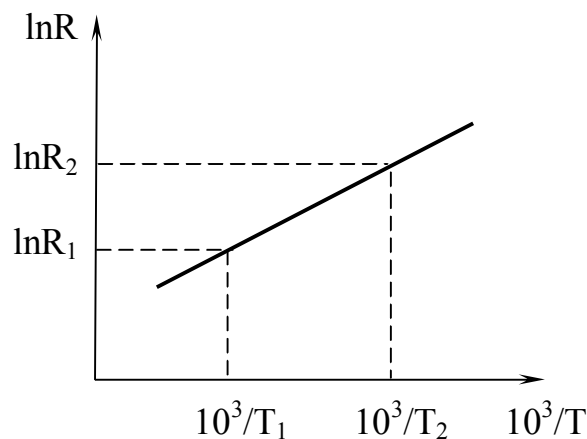

Рис.1. Температурная зависимость сопротивления полупроводника
Из формулы (5) видно, что график зависимости  $\ln(R) = f(1/T)$  представляет собой прямую, угловой коэффициент которой равен  $U/(2k)$ . Следовательно, для определения энергии активации проводимости полупроводника необходимо получить температурную зависимость сопротивления, построить график  $\ln R = f(10^3/T)$  (рис. 1) и, используя график, вычислить  $U$  по формуле: